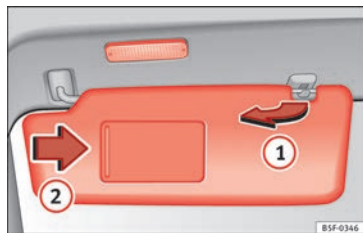

Fig. 141 Parasol.
- El parasol puede extraerse de la fijación y girarse hacia la puerta » fig. 141 ①.
En el parasol plegado hay un espejo de cortesía, cubierto por una tapa. Al correr la tapa » fig. 141 ② se enciende una luz.